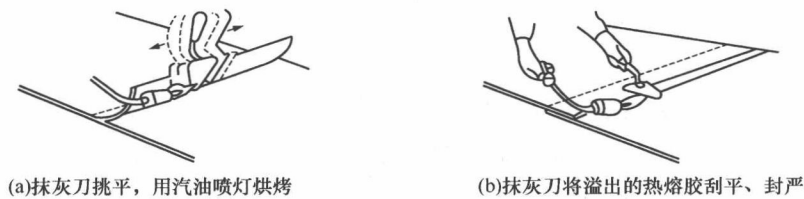

图 1-13 热熔卷材封边
搭接缝施工	(4)对于卷材短边搭接缝,还可用抹灰刀挑开,同时用汽油喷灯烘烤卷材搭接处,如图 1-13(a)所示,待加热至适当温度后,随即用抹灰刀将接缝处溢出的热熔胶刮平、封严,如图 1-13(b)所示,这同样会取得很好的效果。 (5)当整个防水层熔贴完成后,所有搭接缝边还应用密封材料予以涂封严密。搭接缝宽度应符合表 1-4 的要求。 密封材料可用聚氯乙烯建筑防水接缝材料或建筑防水沥青嵌缝油膏,也可采用封口胶或冷玛璃脂。密封材料应在缝口抹平,使其形成明显的沥青条带。 (6)防水层完工后应做蓄水试验,合格后才可按设计要求施工保护层